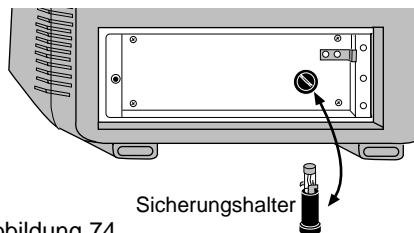

Abbildung 74
2. Entriegeln Sie den Sicherungshalter mit Hilfe eines Schlitzschraubendrehers. Ziehen Sie den Halter heraus, und tauschen Sie die Sicherung gegen die mitgelieferte 5-Ampère-Ersatzsicherung aus (siehe Abb. 74). Setzen Sie den Sicherungshalter anschließend wieder ein, und verriegeln Sie ihn ordnungsgemäß.